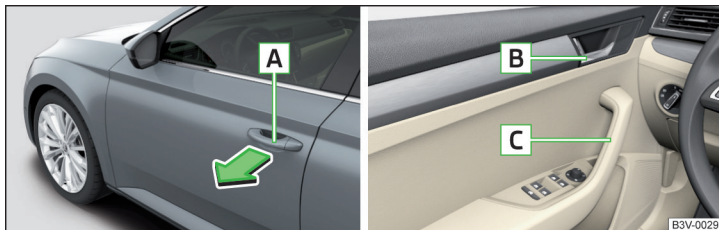

Fig. 56 Mănerul portierei/maneta de deschidere a portierei
- Pentru **deschiderea din exterior**, descuiți autovehiculul și trageți de mânerul portierei **A** în sensul săgeții » fig. 56.